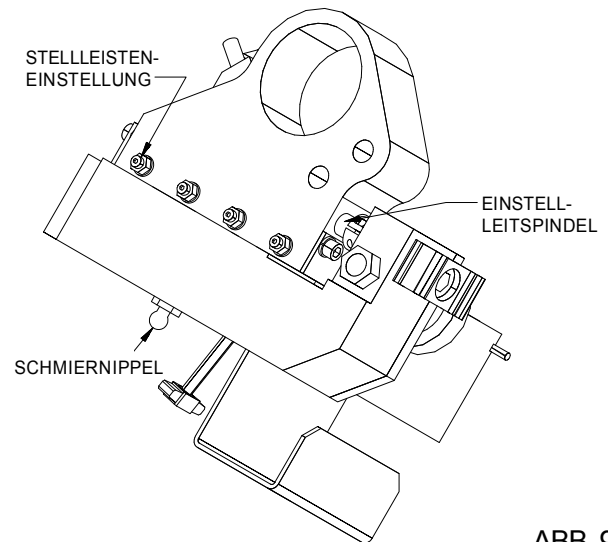

ABB. 9
2. Schmieren Sie monatlich den Schwalbenschwanz am Schmiernippel. Verwenden Sie dazu qualitativ hochwertiges Lithiumfett. Wischen Sie überschüssiges Fett weg. Siehe ABB. 9.
3. Wischen Sie die Leitspindel zur Einstellung des Schleifscheibendurchmessers alle drei Monate ab und ölen Sie sie mit Sprühschmiermittel neu. Wischen Sie überschüssiges Schmiermittel ab. Siehe ABB. 9.
4. Überprüfen Sie alle drei Monate die Stelleisten-Einstellung an der Einstellung des Schleifscheibendurchmessers. Siehe ABB. 9.